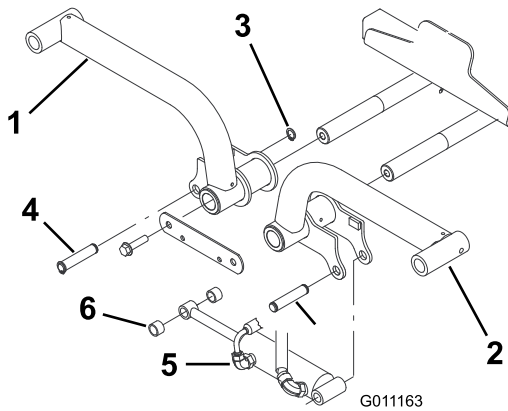

図 12
4. 左右の昇降アームをそれぞれピボット・シャフト（図 12）に差し込み、保管しておいたピボット・シャフト・リンクとキャップスクリューを取り付けて固定する。